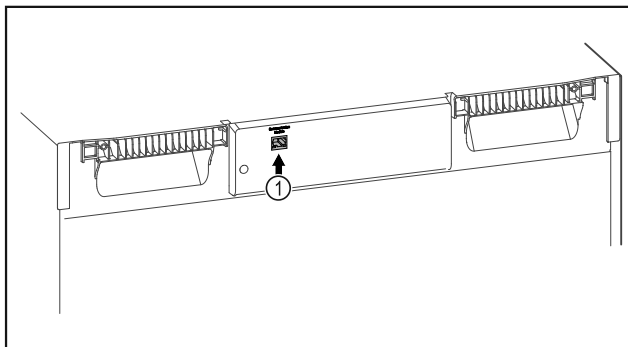

Fig. 115
- SmartModule Fig. 115 (1) встановлено.